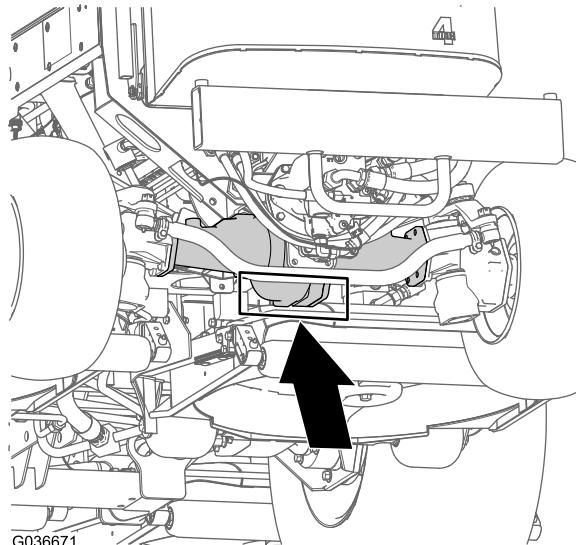

Figura 33
**Parte posteriore della macchina:** al centro dell'assale (Figura 33)